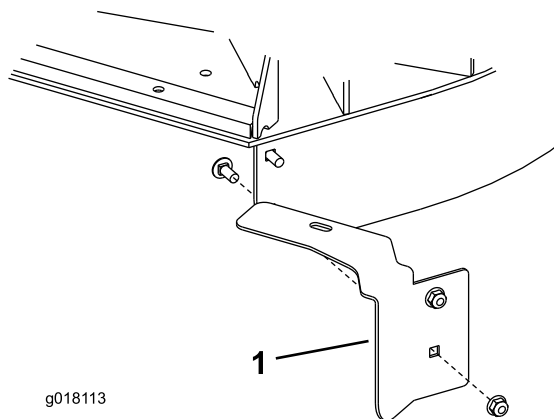

図 3
6. デッキの右後角部に、右側フットシールドを取り付ける； 5/16 x 3/4 インチのキャリッジボルト（2本）とフランジナットを使用する。ボルトは内側から差し込むこと。シールドは 図 3 のように組み付ける。